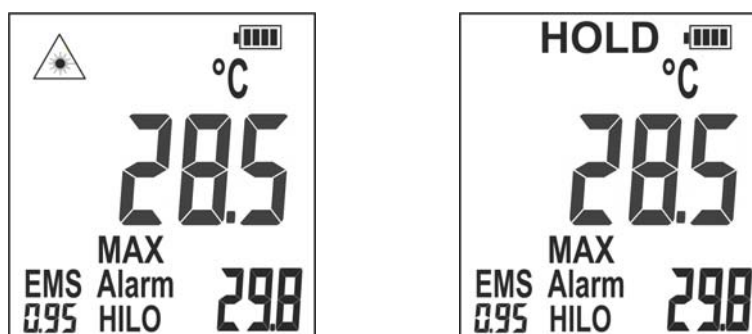

Abb. 18: Anzeige der Messergebnisse
7. Die Trigger T Taste loslassen, um die Messung anzuhalten und den letzten gemessenen Wert auf dem Display einzufrieren. Das Symbol "▲" verschwindet und die Angabe "HOLD" erscheint im Display (siehe Abb. 18).